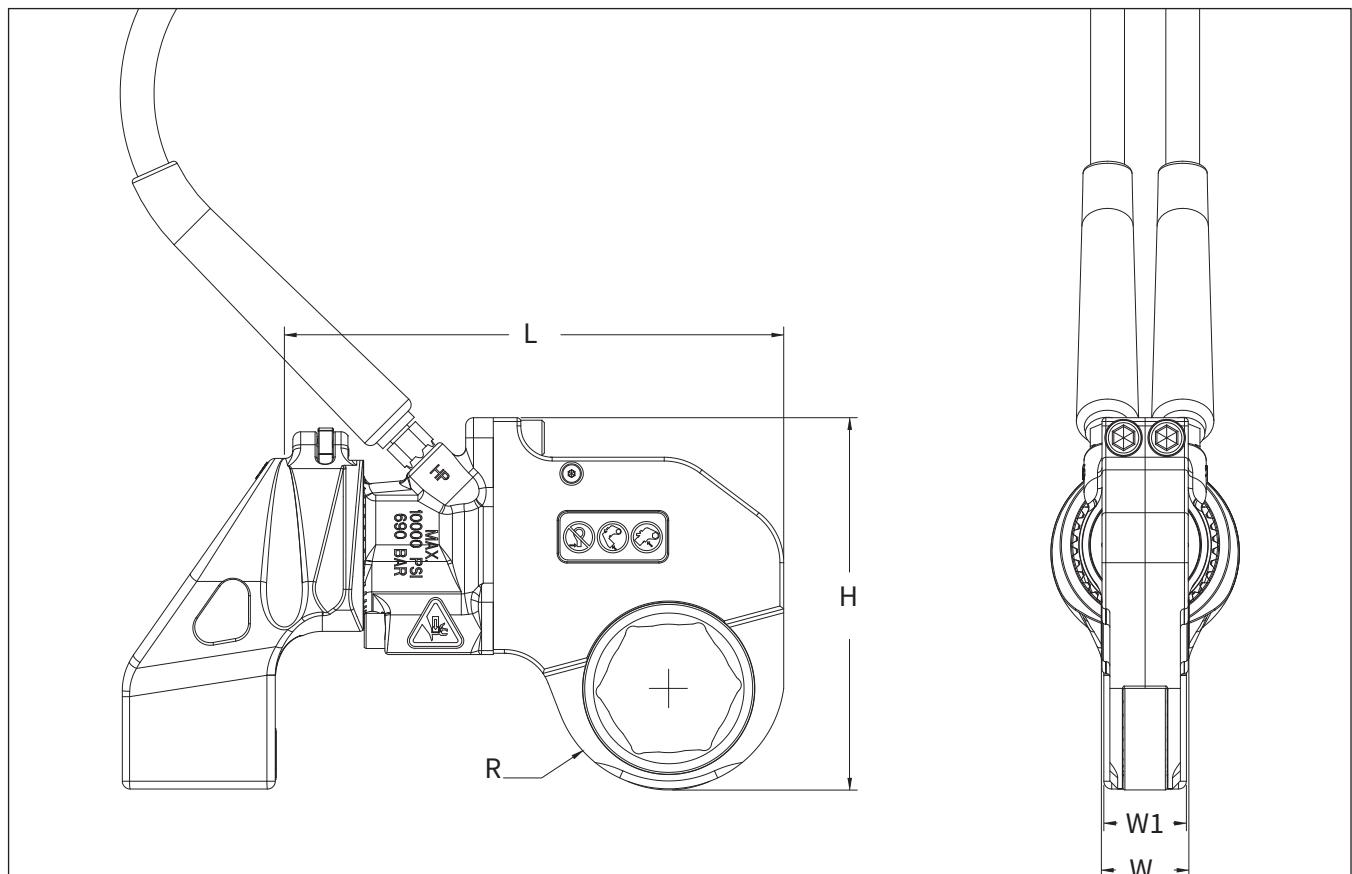

図7.3-1
7.4.1 ヤード・ポンド法表 - RSL BOP六角カセット (寸法AF、R、L、H、W、W1の位置については、図7.3-1を参照)
(寸法AF、R、L、H、W、W1の位置については、図7.3-1を参照)